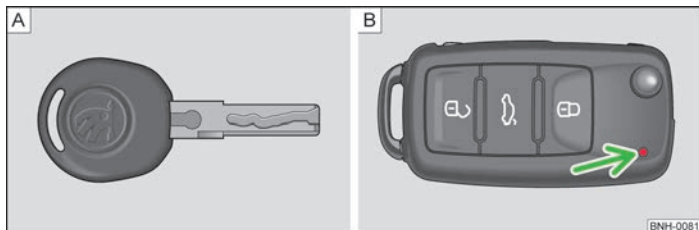
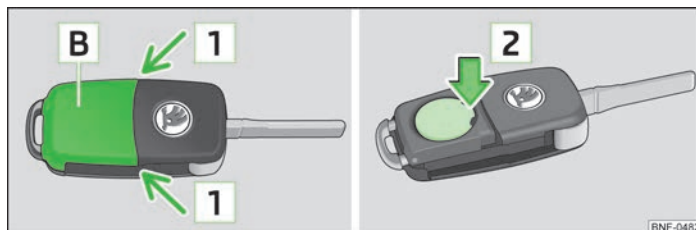

Fig. 8 Llaves sin telemando/llaves con mando a distancia
Fig. 9 Llave con radiotelemando: Quitar la tapa/extraer la pila
Con el vehículo se suministran dos llaves. Según el equipamiento, su vehículo puede estar provisto de llaves sin mando a distancia » fig. 8 - A o de llaves con mando a distancia » fig. 8 - B.
Cada llave principal de radiotelemando contiene una batería que está alojada debajo de la tapa B » fig. 9. Si la pila está descargada, después de pulsar una tecla de la llave, no parpadea el testigo de control rojo » fig. 8 de la página 20 - B. Le recomendamos que lleve a cambiar la pila de la llave a un contratante ŠKODA. Si, de lo contrario, desea cambiar la pila descargada Vd. mismo, proceda como sigue.
- Presionar la tapa del compartimento de la pila pulsando con el pulgar o con un destornillador plano en la zona de la flecha 1 » fig. 9.